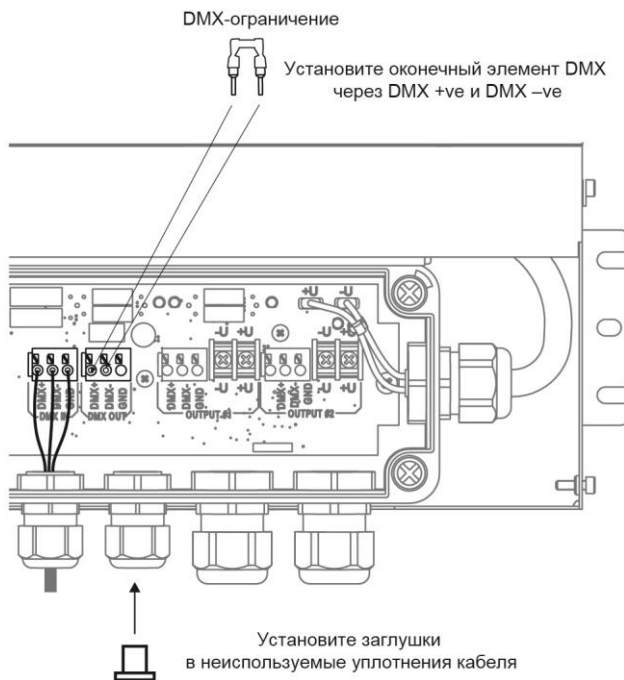

Рис. 13. DMX-ограничение на последнем блоке питания канала
6. Если канал передачи данных не прокладывается от одного блока питания к другому блоку питания, см. Рис. 13: